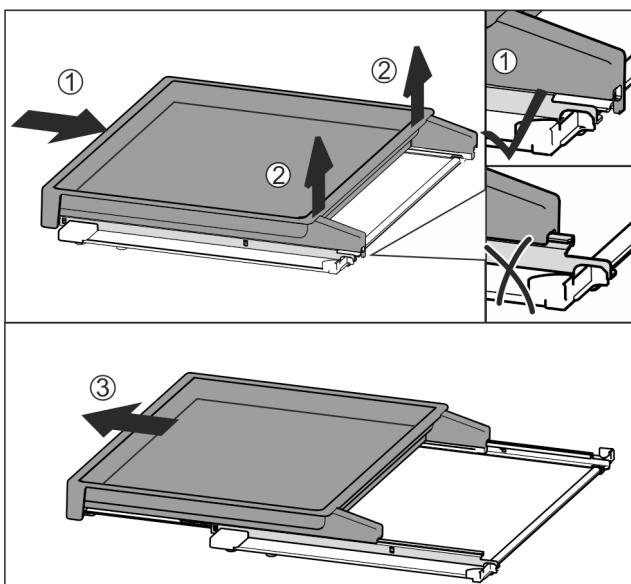

Fig. 112
- Izvlečno polico v celoti potisnite noter Fig. 112 (1).
- Sprostite zaskočni element na zadnji strani Fig. 112 (2).
- Izvlečno polico povlecite naprej in jo odstranite Fig. 112 (3).